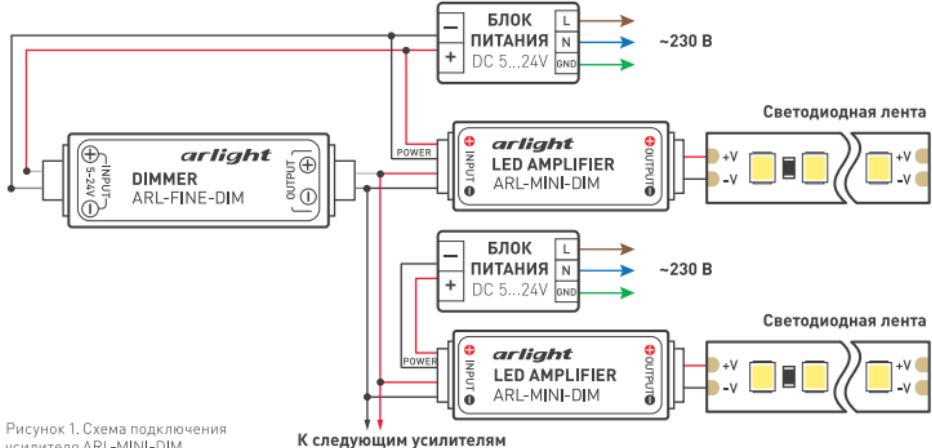
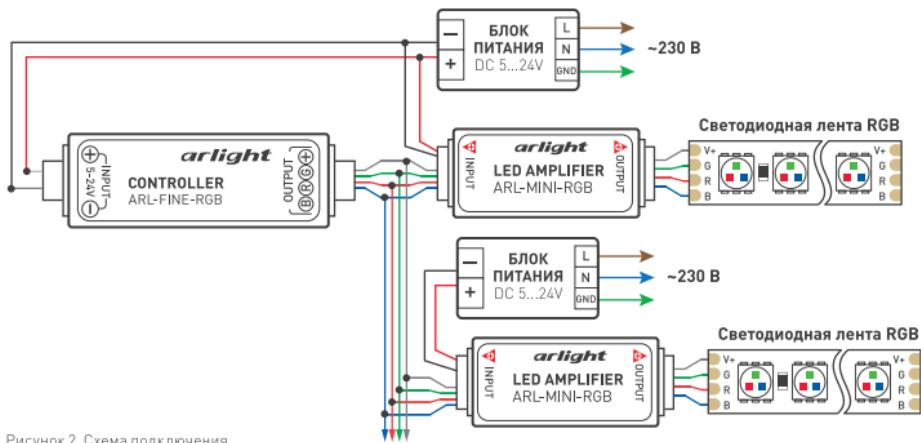

Рисунок 1. Схема подключения усилителя ARL-MINI-DIM.
Рисунок 2. Схема подключения усилителя ARL-MINI-RGB.
- Подключите ко входу усилителя INPUT (вход ШИМ-сигнала) провода от выхода контроллера согласно приведенной схеме (см. Рис.1 и Рис.2).